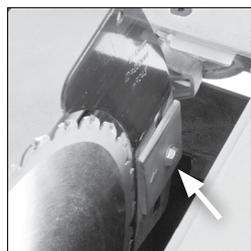

Fig. 15
- Dévissez de plusieurs tours le boulon de fixation du couteau diviseur (**Fig. 15**).
- Faites coulisser le couteau diviseur (la rainure facilite cette opération) entre la plaque de fixation et le bloc de montage (**Fig. 15**). Veillez à ce que les ergots saillants des blocs de montage s'insèrent dans la fente du couteau diviseur.